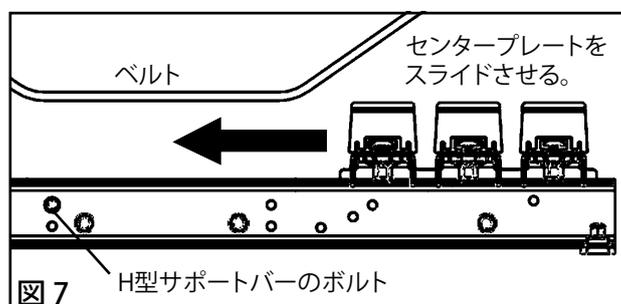

図7
7. 新しいバーとバーサポートをセンタープレートに取り付けます。新しいバーとバーサポートを、面取りした端がテールプーリーに向くようにセンタープレートに取り付けます。ボルトを並べ、バーをセンタープレートに締め付けます。135 N-mのトルクで締めます。センタープレートを元の位置にスライドさせます。(図7)センタープレートのボルトを81 Nmのトルクで締めます。